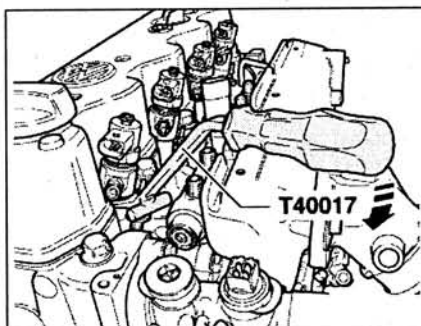

Рис. 3.60. Вкрутите снова болт 4 крепления держателя в отверстие, установите рычаг Т40017 на опорный болт и извлеките форсунку.
2. Вкрутите снова болт 4 крепления держателя в отверстие, установите рычаг Т40017 на опорный болт и извлеките форсунку (рис. 3.60).